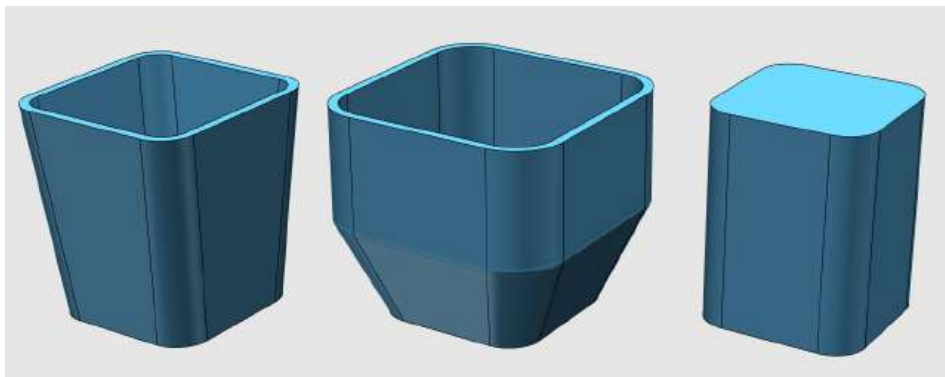

图 1-8
Step 8 选择抽壳命令，同上次操作，厚度为-3，完成抽壳，如下图 1-8 所示：